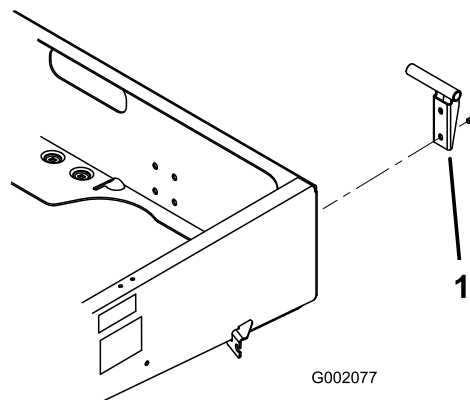

Figura 8
2. Monte o apoio de articulação esquerdo no canto posterior esquerdo do chassi com 2 parafusos de cabeça flangeada (3/8 x 1 polegada). Coloque o apoio como se mostra em Figura 8.